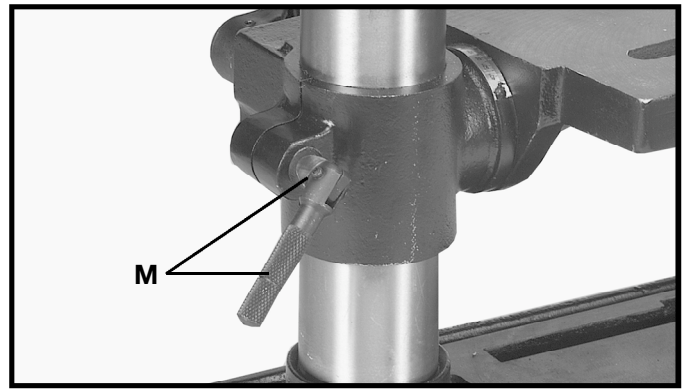

Fig. 12
7. Visser le montant de la poignée de fixation (M, fig. 12) dans le trou à l'arrière du support de la table comme illustré.